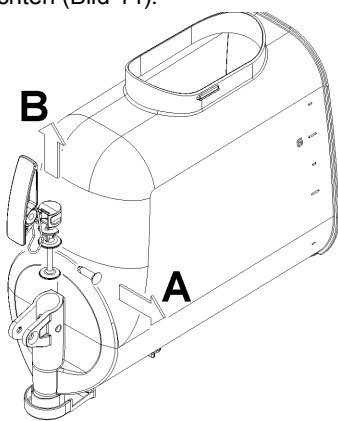

Bild 14
- 5 Den Zapfhahn entfernen, dabei die angegebene Reihenfolge beachten (Bild 14).